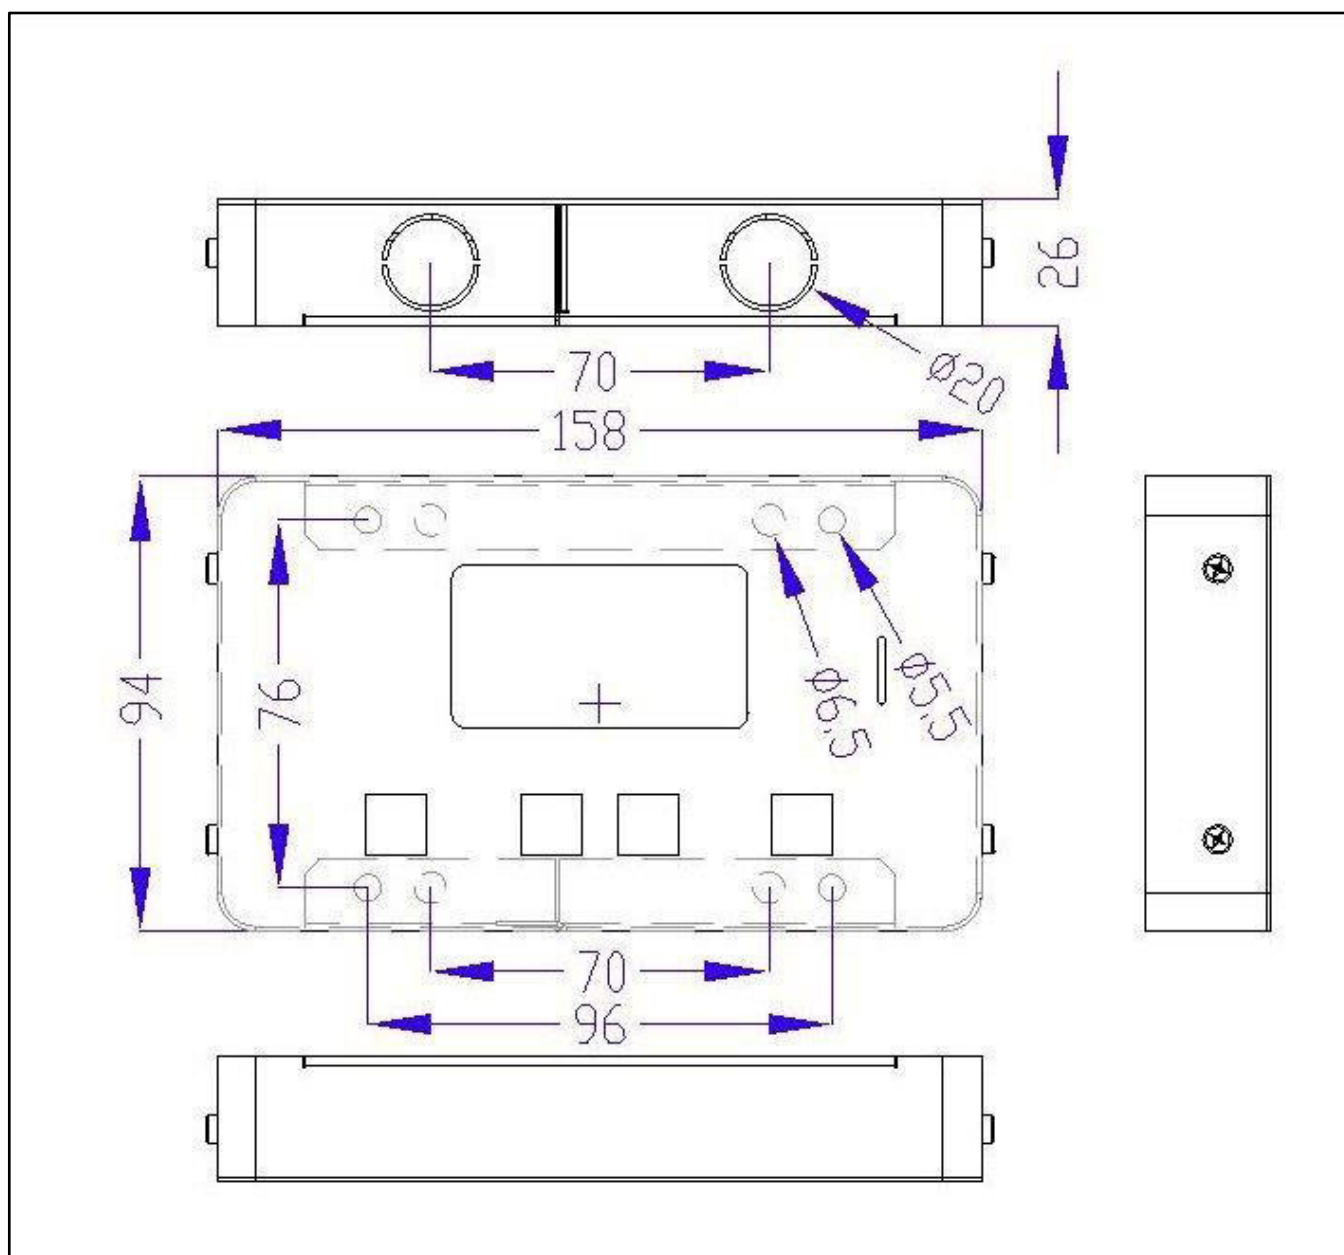

Fig.4 - Dimensiones mecánicas
- 1) Instale el WRD en un lugar seco, tiene dos opciones de fijación: desde el panel y en pared (Fig.4)
- 2) La parte trasera da acceso a las conexiones eléctricas (Fig.4). Tanto la conexión de la fuente de alimentación como la **conexión WBUS**² son del tipo con terminales extraíbles que son fáciles de cablear. Conectar los cables correctamente, si la energía proviene de la batería, se recomienda que esté debajo del fusible (0,5A) para la protección de los cables. Finalmente, si se usa, también conectar el cable Ethernet.